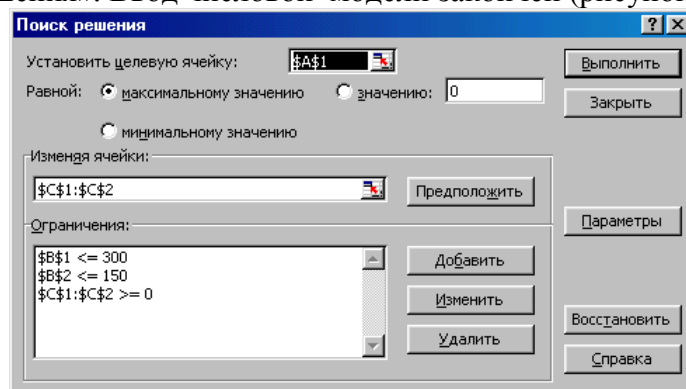

Рисунок 1.4 – Завершение ввода числовой модели в диалоговом окне «Поиск решения»
– Активируем клавишу «добавить» и аналогично вводим второе ограничение. Затем вводим условие неотрицательности. Для этого в окне «Ссылка на ячейку» указываем диапазон ячеек, в которых находятся переменные (\$C\$1:\$C\$2). После добавления всех ограничений выбираем «ОК». Программа возвращается в диалоговое окно «Поиск решения». Ввод числовой модели закончен (рисунок 1.4).